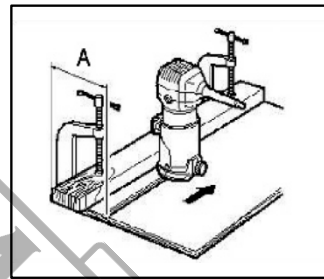

Fig. 15
- Si la distance (A) entre le côté de la pièce et la position de coupe est trop grande pour le guide droit, ou si le côté de la pièce n'est pas droit, le guide droit ne peut pas être utilisé. Dans ce cas, fixer fermement une planche droite sur la pièce et l'utiliser comme guide contre la base du massicot.
- Alimentez l'outil dans le sens de la flèche. (Fig. 15)